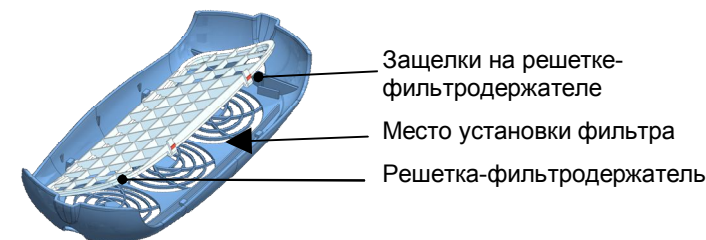

Рис.11
- Снять **решетку – фильтродержатель**, одновременно нажав на защелки (рис.11), и извлечь использованный фильтр, соблюдая правила обращения с инфицированными материалами.
- Установить новый фильтр, закрепив его решеткой-фильтродержателем на защитной решетке рециркулятора (рис.11).